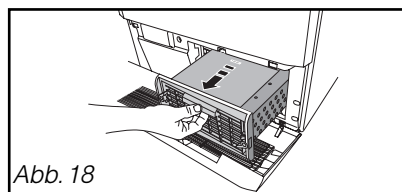

Abb. 18
- Ziehen Sie ihn vorsichtig heraus (Abb.18).